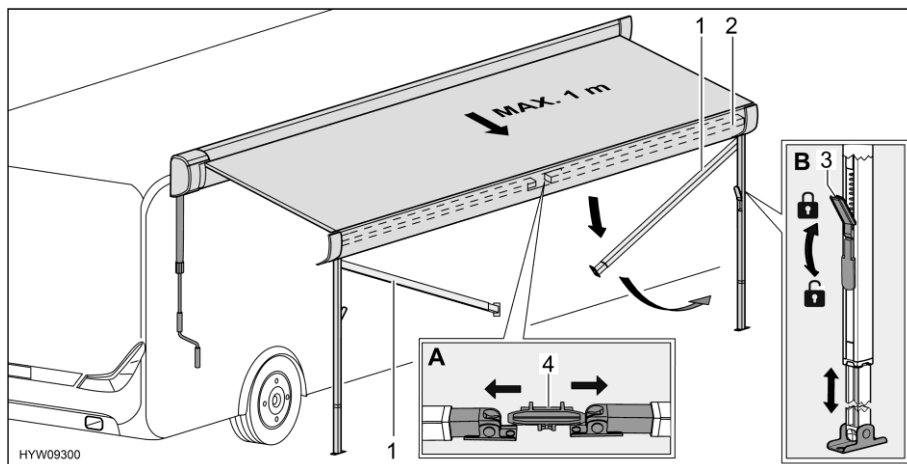

Fig. 29 Preparazione dei montanti di supporto
- Sbloccare i montanti di supporto (Fig. 29,1) dal supporto (Fig. 29,4) nel listello anteriore (Fig. 29,2). A tale scopo, premere leggermente verso l'esterno i montanti di supporto (Fig. 29,A).
- Allentare i bloccaggi (Fig. 29,3) dei montanti di supporto. A tale scopo, ripiegare la leva di serraggio verso il basso.
- Estrarre la parte inferiore dei montanti di supporto fino alla lunghezza desiderata (Fig. 29,B).
- Chiudere i bloccaggi (Fig. 29,3) dei montanti di supporto. A tale scopo, tirare verso l'alto la leva di serraggio.